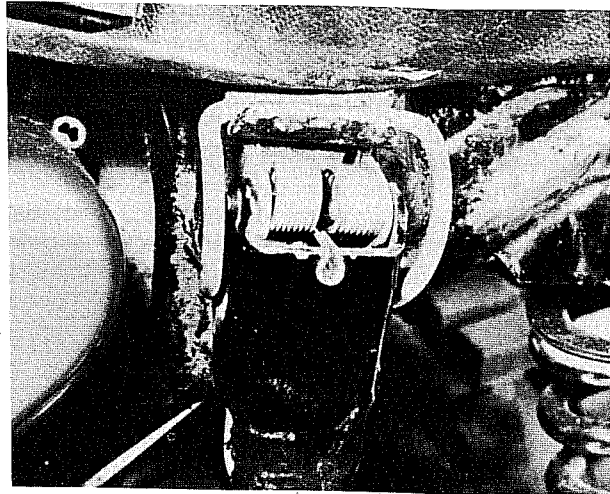

Bild 124
- Die Sitzbank ist mit einer Art Scharnier am rechten oberen Rahmenrohr angelenkt und wird am linken im normalen Betrieb von einer Klammer in ihrer Lage festgehalten (Bild 124).